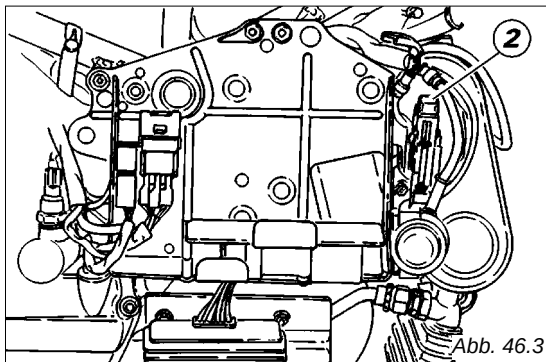

Abb. 46.3
Die Sicherung auf der Batterieseite (Abb. 46.3) sorgt für den Schutz des elektronischen Reglers. Um an diesen zu gelangen, muss man dessen Schutzkappe (2) abnehmen.